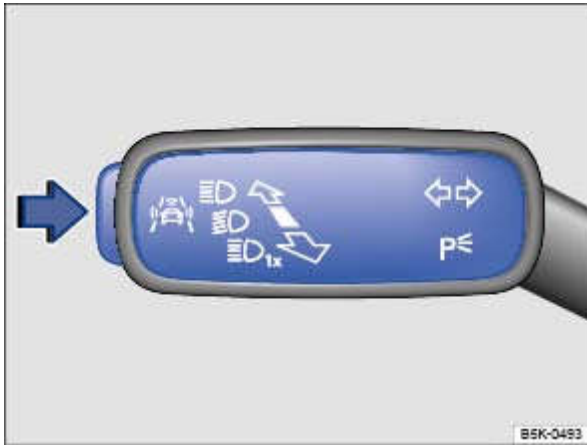

Fig. 24 Sur le levier des clignotants et de l'inverseur-codes, à gauche sur la colonne de direction : touche des systèmes d'aide à la conduite
- Appuyez sur la touche → Fig. 24 dans le sens de la flèche pour accéder au menu Assistants.